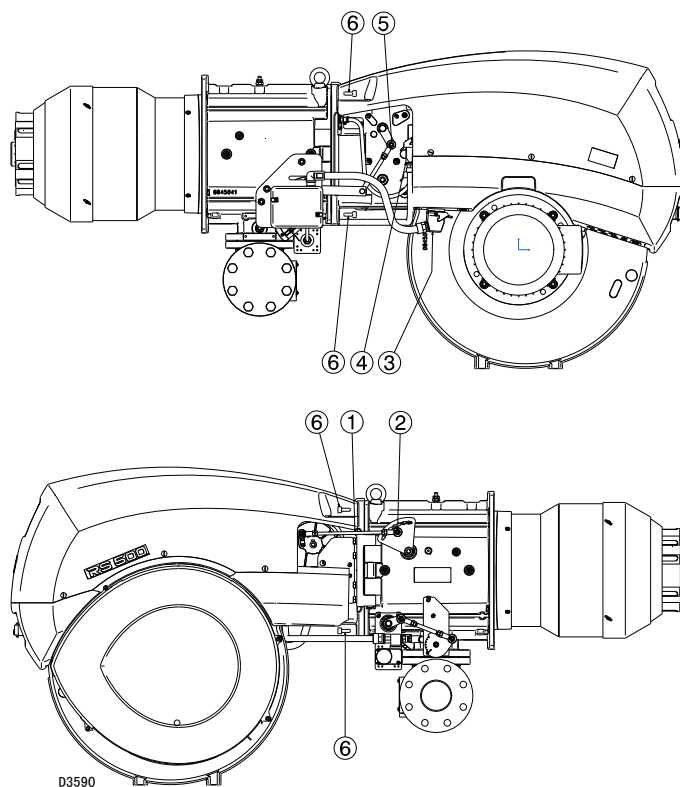

图 36
- 从燃烧头活动杆上解开拉杆 1 ) ( 图 36 ) 卸掉螺母 2 )。